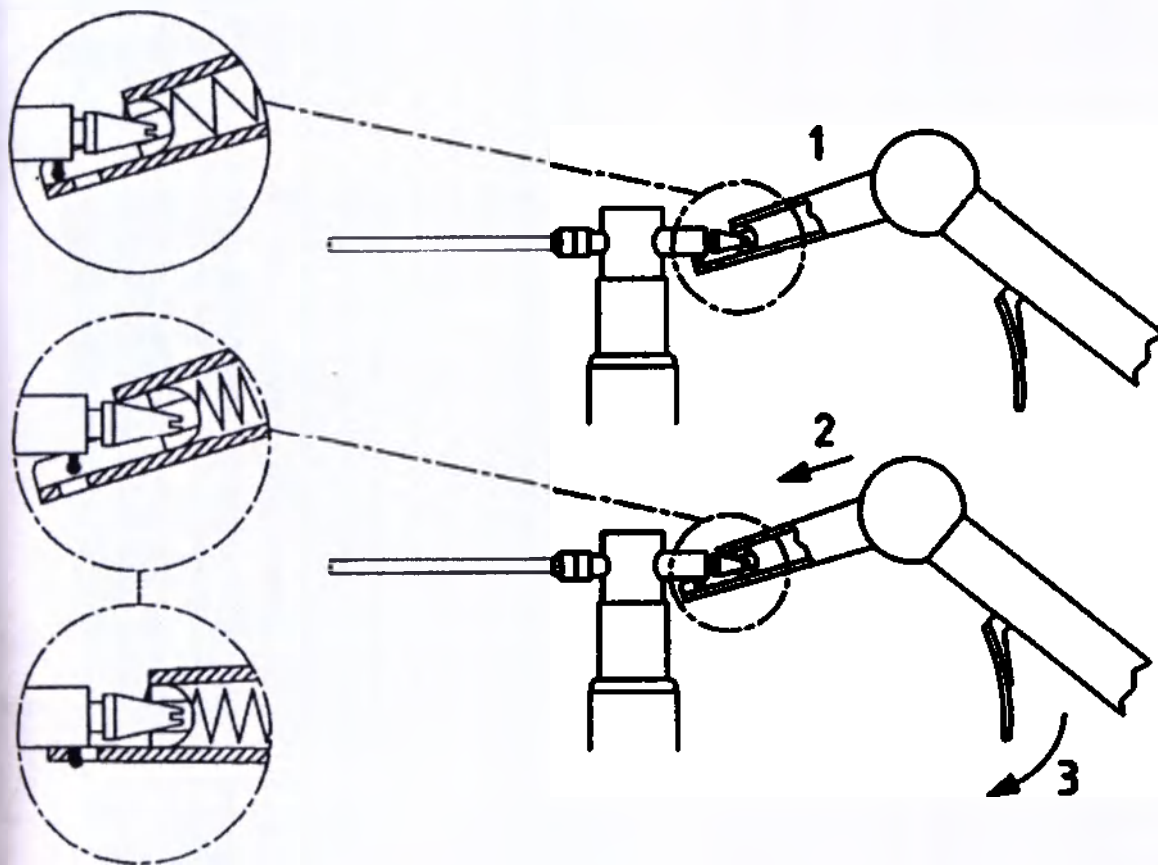

Рис. 6
Чтобы присоединить к рукоятке флакон для распыляемой жидкости (Рис. 1 (33)), вставьте штуцер флакона в отверстие рукоятки под углом около 30°, а затем защелкните штуцер в нем (Рис. 6).